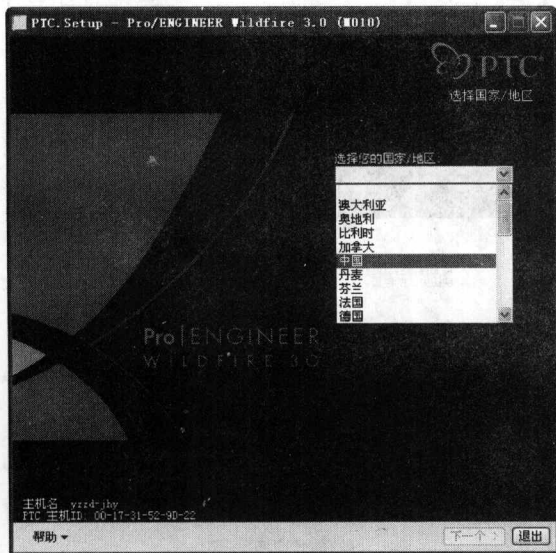

图 1-6 选择国家/地区
(3) 在安装程序启动之后, 出现如图 1-6 所示的界面, 在【选择您的国家/地区】下拉列表框中选择【中国】, 安装 Pro/ENGINEER Wildfire 3.0 中文版, 单击【下一个>】按钮。